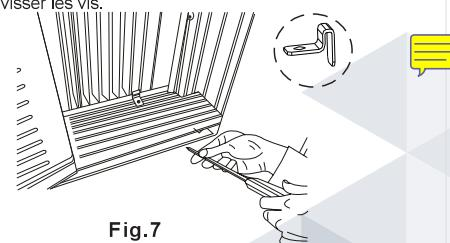

Fig.7
A. Placez le verrou du cadre entre les rallonges du cadre et le seuil de la fenêtre, comme démontré (fig.7). Vissez les vis de verrouillage de 3/4 po (19 mm) ou de 1/2 po (12,7 mm) dans le verrou du cadre et dans le seuil.